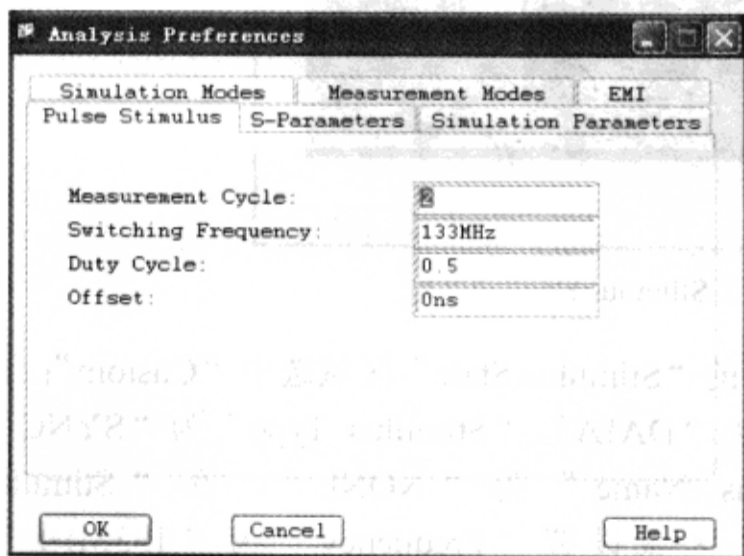

图 3-9-7 设置脉冲激励参数
(1) 从“SigXplorer”窗口执行菜单命令“Analyze”→“Preferences”，弹出“Analysis Preferences”窗口，设置“Pulse Stimulus”栏，如图3-9-7所示。